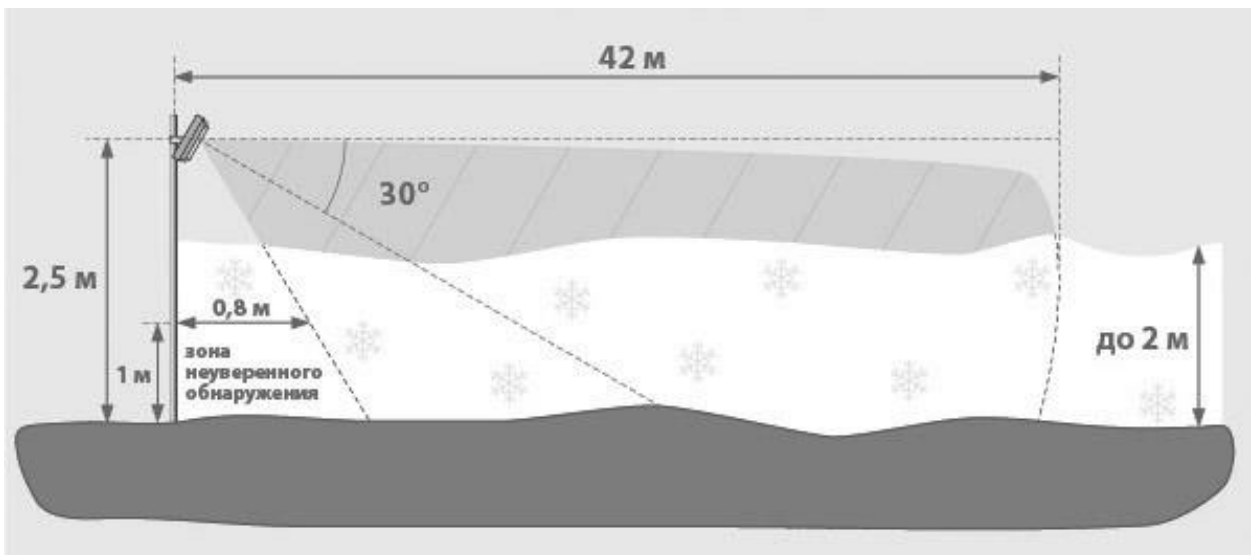

Рисунок 2.4 – Установка извещателя на высокой опоре в местах с высотой снежного покрова до 2 м
2.3.3.3 При установке извещателей на высоких опорах (см. рисунок 2.4) необходимо обеспечить оптимальный угол наклона оси зоны обнаружения извещателя – 30° относительно горизонта. В этом случае сохраняется обнаружительная способность на всем протяжении зоны обнаружения – 42 м.